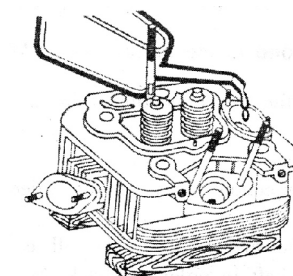

fig. 7
3.2. Preencha a passagem de entrada e de saída com óleo combustível ou querosene para verificar a folga da válvula (fig. 7). Se vazamento for encontrado, desmonte para limpeza e retifica. Retire toda a carbonização da válvula e do assento da válvula.